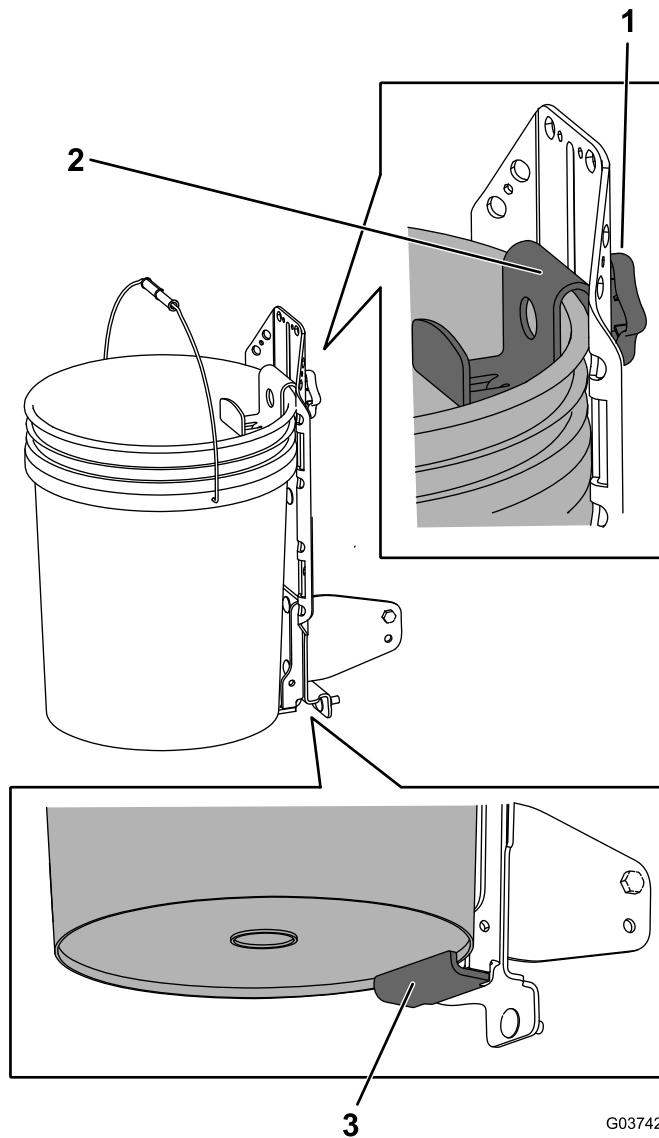

図 6
1. ノブをゆるめて上部ブラケットを上げる。ノブが落ちないように締めてその位置に固定する 図 6。
2. ヒンジブラケットを取り外した場合は、サポートブラケット底面の突起の上にバケット底面のリップ部分セットする 図 6。
3. ノブをゆるめて上部ブラケットをバケットの縁まで降ろす。ノブを締め付ける 図 6。